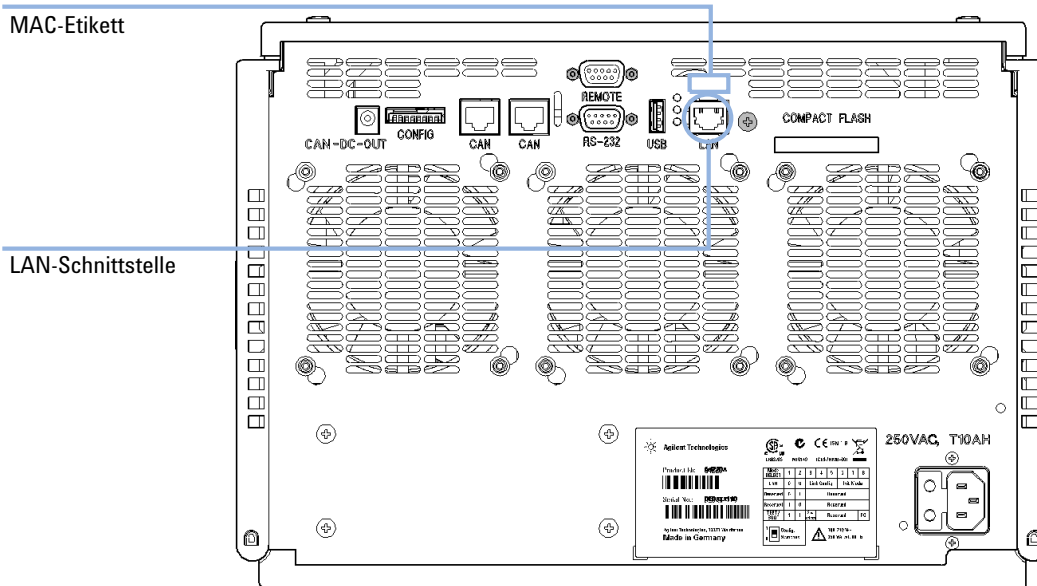

Abbildung 35 Position der LAN-Schnittstelle und des MAC-Etiketts
- 1 Notieren Sie die MAC-Adresse (Media Access Control). Die MAC- oder Hardware-Adresse der LAN-Schnittstelle ist eine weltweit eindeutige Kennung. Keine andere Netzwerkkomponente besitzt dieselbe Hardware-Adresse. Sie finden die MAC-Adresse auf der Rückseite des Moduls auf einem Etikett (siehe Abbildung 35 auf Seite 243).
- 2 Verbinden Sie die LAN-Schnittstelle (siehe Abbildung 35 auf Seite 243)